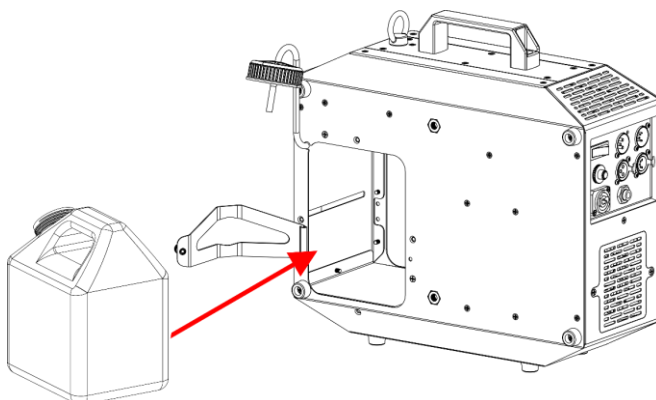

Fig. 21
- 16) Plaats de **vloeistofftank (02)** terug in het apparaat, zoals getoond in Fig. 21.